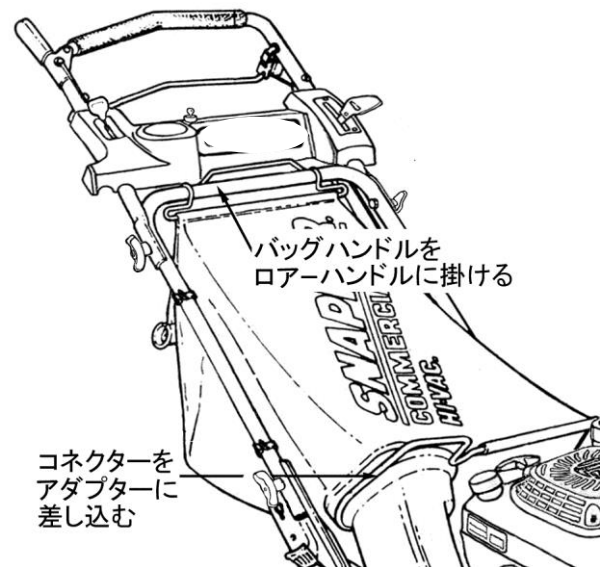

図4-9
1. 集草バッグを取り付けるには、アダプタにコネクターを上から差し込みます。そしてバッグハンドルをローアーハンドル上部に掛けます。(図4-9)